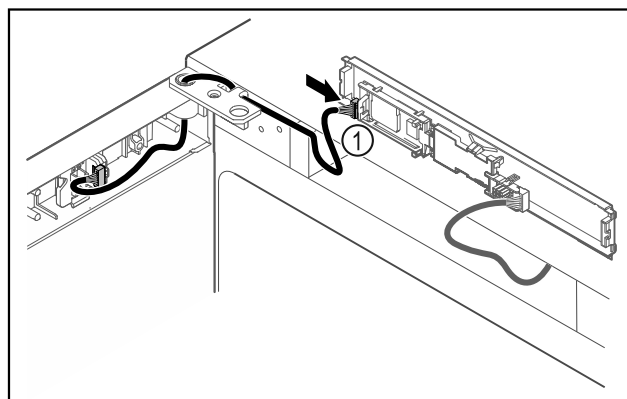

Fig. 41
- Zapojte zástrčku Fig. 41 (1) na doske plošných spojov.